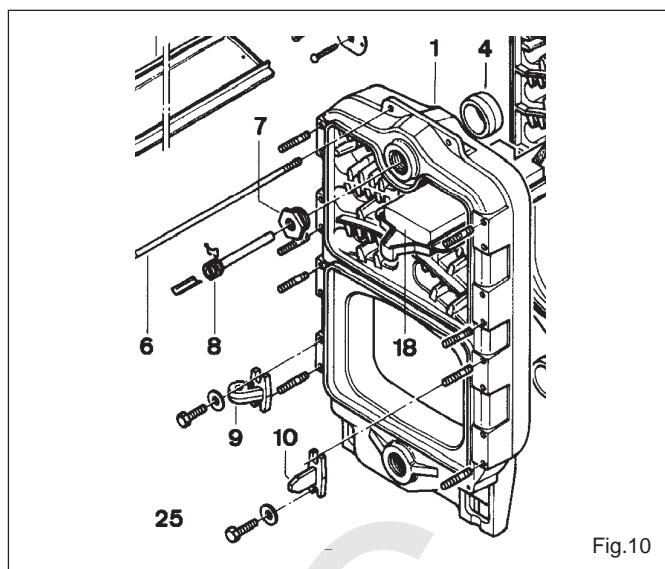

Fig.10
Bainha (8) (fig.10)
- Aparafusar a bainha e o redutor (7) de maneira estanque no orifício superior de 2" do elemento dianteiro.
(fig.10: orifício inferior de 2")